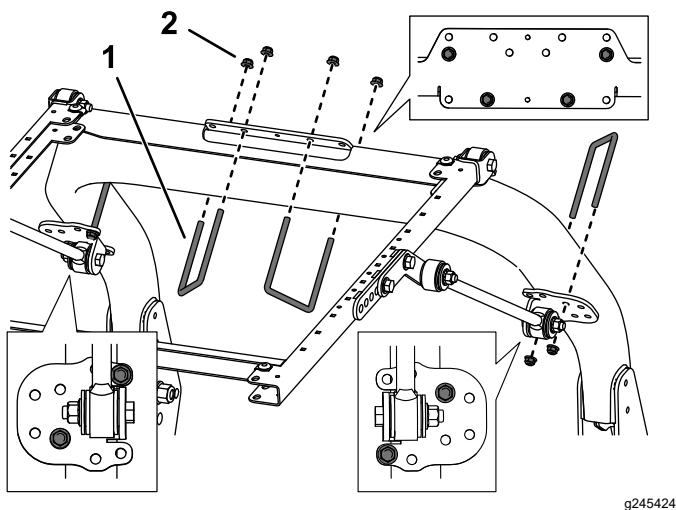

Bild 39
- Befestigen Sie jede Strebenhalterung lose mit einem U-Bügel (3 1/2" x 5") und zwei Bundmutter in den in Bild 39 abgebildeten Befestigungslöchern an den Streben des Überrollbügels.